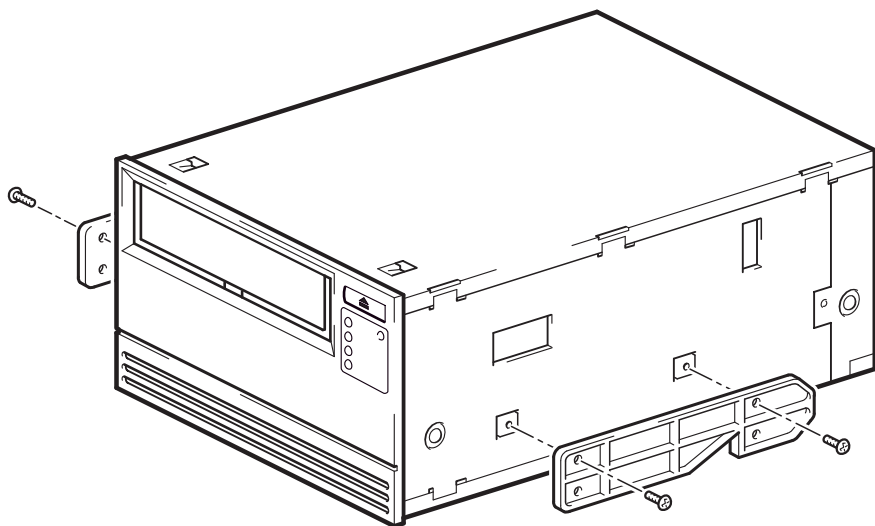

图 5a: 在一台普通的 HP ProLiant 530 或 570 服务器上连接装配导轨
- 1 使用常用的 Phillips 螺丝刀来连接相应的导轨。使用磁带机附带的 M3 螺丝，如图 5a 所示。请确保使用附带的 M3 螺丝 — 或许使用不同螺纹 / 尺寸类型的螺丝也可以将导轨连接到填充板，但是不应使用这些螺丝。如果有疑问，请参见 HP ProLiant 服务器说明文件。